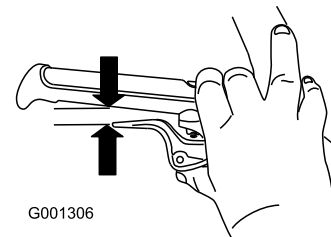

**Figure 31**
- Desserrez l'écrou de blocage (Figure 31).
- Desserrez ou serrez le tendeur pour régler la goupille jusqu'à obtention de l'écartement correct par rapport à l'avant de la fente (Figure 31).
- Resserrez l'écrou de blocage (Figure 31).